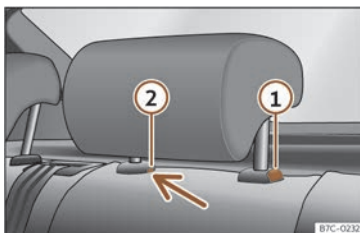

Fig. 73 Apoyacabezas trasero: desmontaje.
- Pulse la tecla >>> **fig. 73** ①, apretando a la vez por el orificio del seguro ② con un destornillador plano de máximo 5 mm de anchura y retire el apoyacabezas.